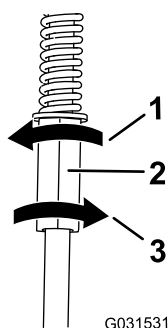

図 54
4. 左側のコントロールロッドを 1/4 回転ずつ回して、直進できるまで少しずつ調整を進める **図 54**。